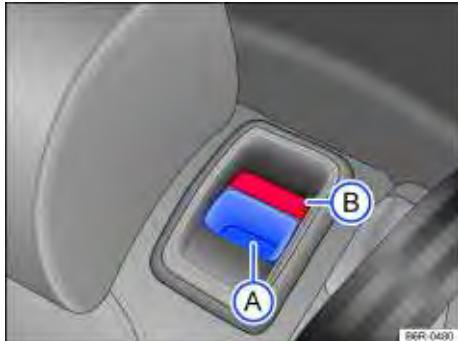

Fig. 64 Banco traseiro: botão de destravamento (A): marca vermelha (B).
- Puxar o botão de destravamento \Rightarrow Fig. 64 (A) para frente e, ao mesmo tempo, rebater o encosto do banco traseiro para frente.
- O encosto do banco traseiro estará destravado se uma marca vermelha no botão (B) estiver visível.
- A marca vermelha no botão ⇒ Fig. 64 B sinaliza que o encosto do banco não está travado. Verificar sempre se a marca vermelha não estará visível quando o encosto do banco traseiro estiver na posição vertical.